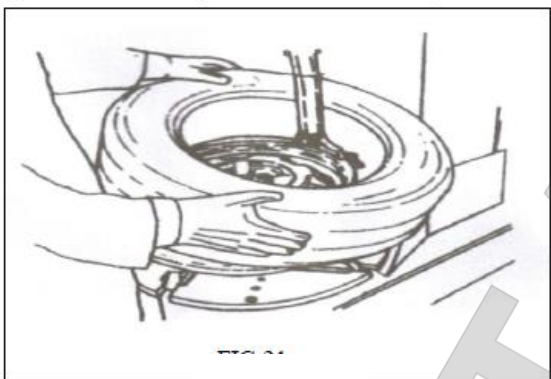

РИС.21
4.2.2 Нанесите смазку или жидкое мыло на кромку. Наклоните шину в направлении от диска и поднимите передний конец. Нажмите вниз шестигранный вал, чтобы переместить ручку для демонтажа для контакта с диском и блокировки. Левая кромка над хвостом инструмента для демонтажа и правая кромка будут расположены под передним концом инструмента для демонтажа (рис. 21), по часовой стрелке поверните поворотный стенд, чтобы направить нижнюю кромку в слот отсоединения шины.